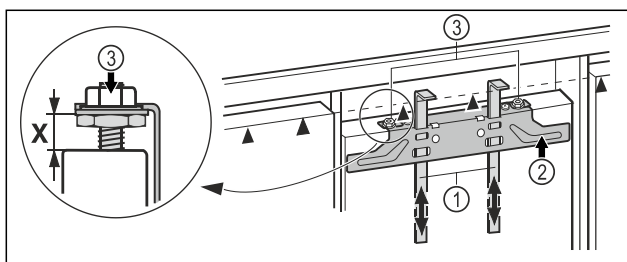

Fig. 43
- ▶ Montážní pomůcky Fig. 43 (1) vysuňte nahoru do výšky nábytkových dvířek. Spodní dorazová hrana ▲ montážní pomůcky = horní hrana montovaných nábytkových dvířek.
- ▶ Upevňovací příčník Fig. 43 (2) vyšroubujte přes pojistné matice Fig. 43 (3).